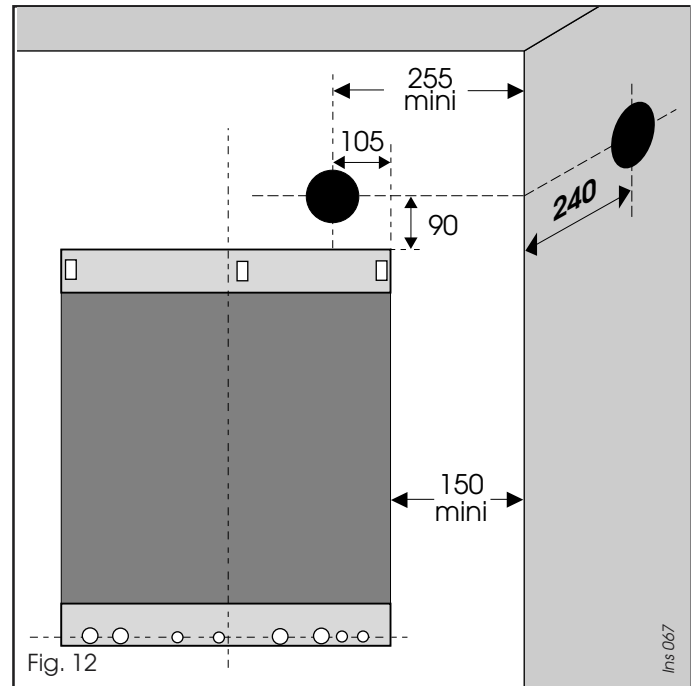

Fig. 12
- Pour le positionnement des trous de la ventouse concentrique horizontale (voir Fig. 12).